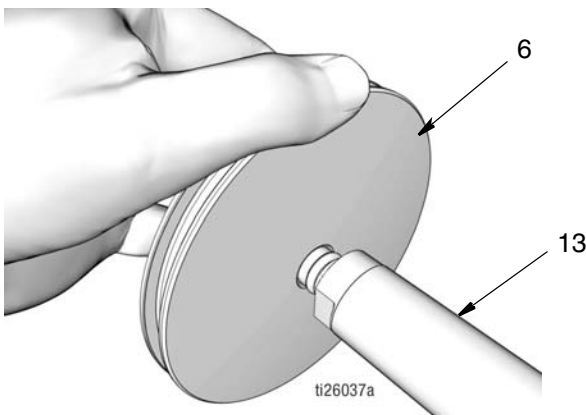

图 48
- c. 推活塞 (6) 在活塞杆 (13) 的端头上，直至其位于杆上 (图 48)。